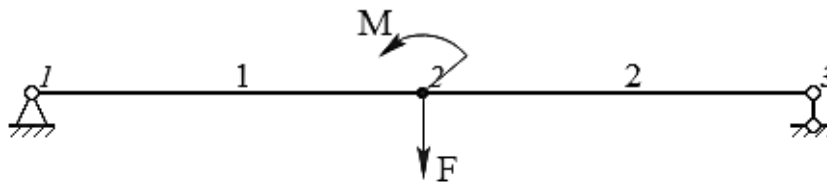

Рис. 6.11 – Схема балки к заданию 7
7. Определите реакций связей и постройте эпюры поперечных сил и изгибающих моментов (рис. 6.11). Заданы значения активных сил и моментов:  $F = 5$  кН,  $M = 15$  кН·м. Длины участков балки равны:  $l_{12} = 3$  м,  $l_{23} = 4$  м.